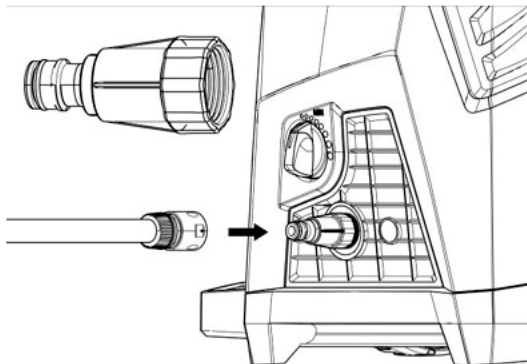

Рис. 9
8. Установите разъем шланга водоснабжения на резьбовой штуцер подачи воды на передней части корпуса мойки (рисунок 9).